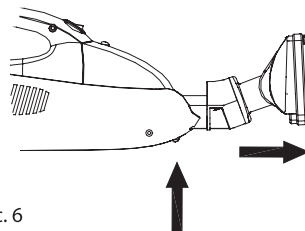

Рис. 6
5. Чтобы отсоединить щетку для пола нажмите на кнопку фиксации на базовом корпусе и вытяните щетку (Рис. 6).